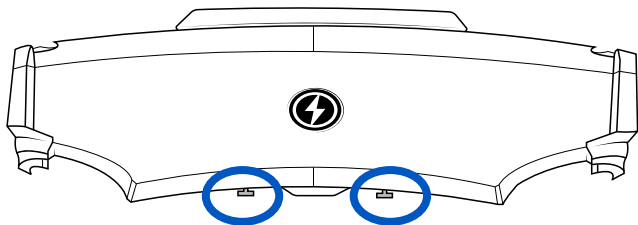

Figure 14 - Emplacement des poignées d'ouverture du capot
1. Placez-vous devant le véhicule et repérez les leviers d'ouverture (**Figure 14**), situés de chaque côté sous l'avant du capot.